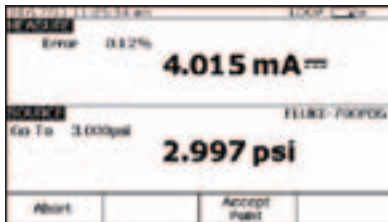

Figura 25.
9. Seleccione "Manual Test" y siga las instrucciones del DPC: "Go to 3 PSI" (Llegar hasta 3 PSI) (Figura 25).